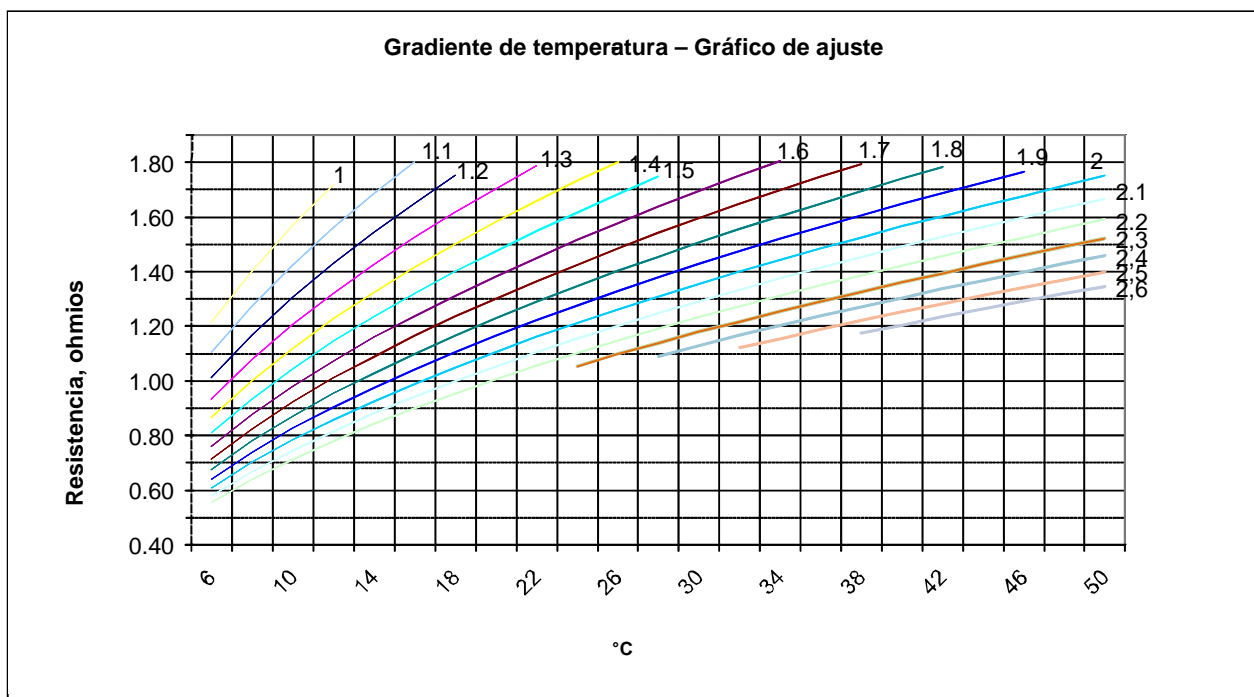

Figura 3 – Gráfico de gradiente de temperatura
3. Use el gráfico de la figura 3 del gradiente y corriente del TC para determinar la configuración de resistencia requerida en ohmios. Anote de ese valor.
La opción AKM 345 TD50 (5 A) permite la entrada de hasta 5 amperios de corriente de simulación de temperatura de bobinado sin necesidad de gasto o el cableado adicional que requeriría una unidad equivalente externa. Está disponible con hasta 4 interruptores. La opción de 5 amperios emplea un TC interno que acepta 5 amperios en la principal y tiene 2,2 amperios de salida en la secundaria. La corriente secundaria es paralela a un calentador y a una resistencia equivalente de TD50 estándar. Para los cálculos de aumento de temperatura, consulte la figura 3.